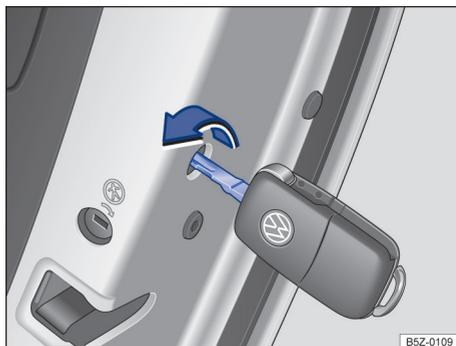

Fig. 54 Travamento de emergência do veículo com a chave do veículo.
- Remover a vedação de borracha na lateral da porta. A vedação está identificada por um cadeado 🔒 → Fig. 54.
- Inserir a haste da chave na fenda → Fig. 54 e girar no sentido horário (para fora do veículo) até o batente.